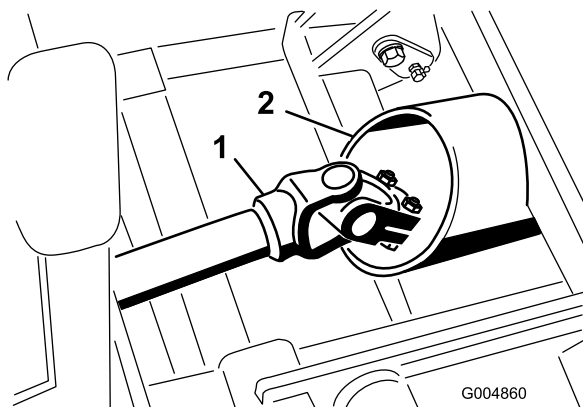

Figura 45
5. Coloque cuidadosamente el conjunto del bastidor de invierno en su posición, pasando el eje motor a través del tubo del bastidor (Figura 45).